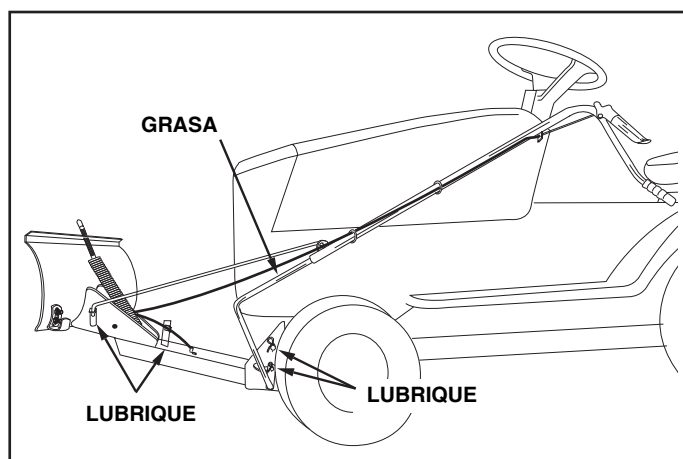

FIGURA 23
- Para mantener la cuchilla operando apropiadamente, lubrique todos los puntos de giro. Use el paquete de grasa que se incluye con la cuchilla para nieve para lubricar la parte superior de la barra de manejo de levante. Vea la Figura 23.
- Lubrique todos los puntos de giro y todos los puntos que se muestran en la Figura 23, página 22, en la sección de mantenimiento.